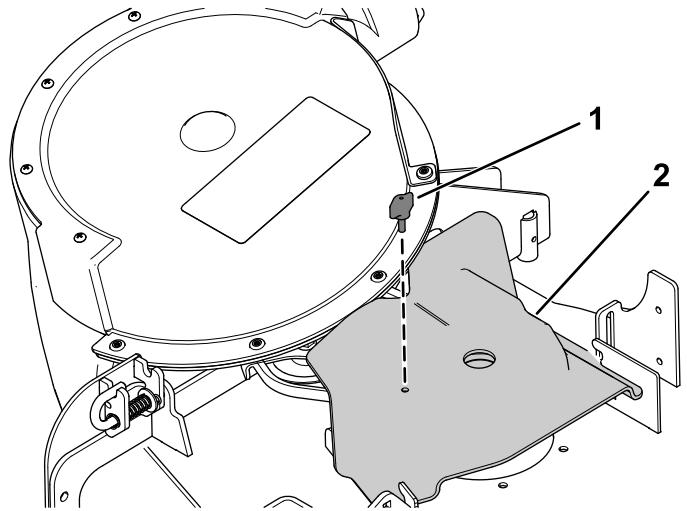

Figura 22
2. Montate il copricinghia del soffiatore sulla cinghia del soffiatore e fissate il copricinghia con la manopola (Figura 22).